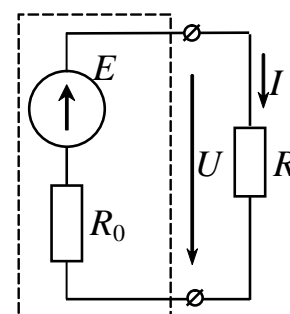

Рис. 7
3. Определить отношение  $R/R_0$  и КПД источника энергии (рис. 7) с ЭДС  $E=100V$ , если напряжение  $U=95V$ .
4. Для схемы (рис. 7) определить ток короткого замыкания источника, если при КПД  $\eta = 50\%$  ток  $I=2A$ , а напряжение  $U=10V$ .